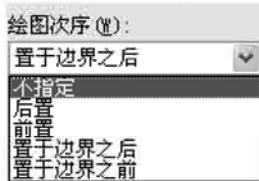

图 5-66
- » 【绘图次序】：为图案填充或填充指定绘图次序。图案填充可以放在所有其他对象之后、所有其他对象之前、图案填充边界之后或图案填充边界之前。如图 5-66 所示为【绘图次序】下拉列表框。